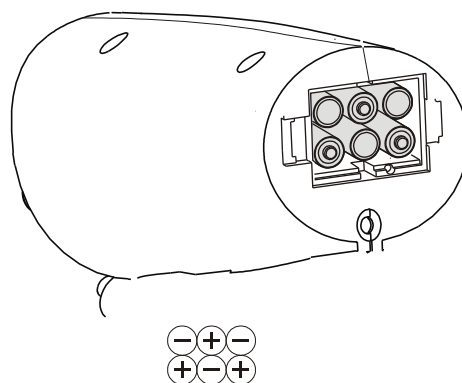

Figura 6
2. Insira seis pilhas AA no compartimento, conforme indicado pelos símbolos de polaridade marcados no interior do compartimento (Figura 6).